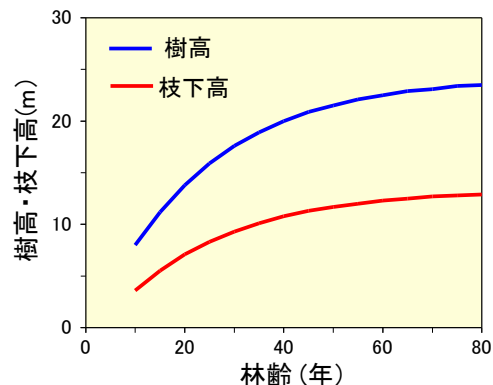

図4 上層木の樹高・枝下高の推移(地位指数20)
- 図4は地位指数20の林分における上層木の樹高と枝下高の推移(予測値)を示しています。